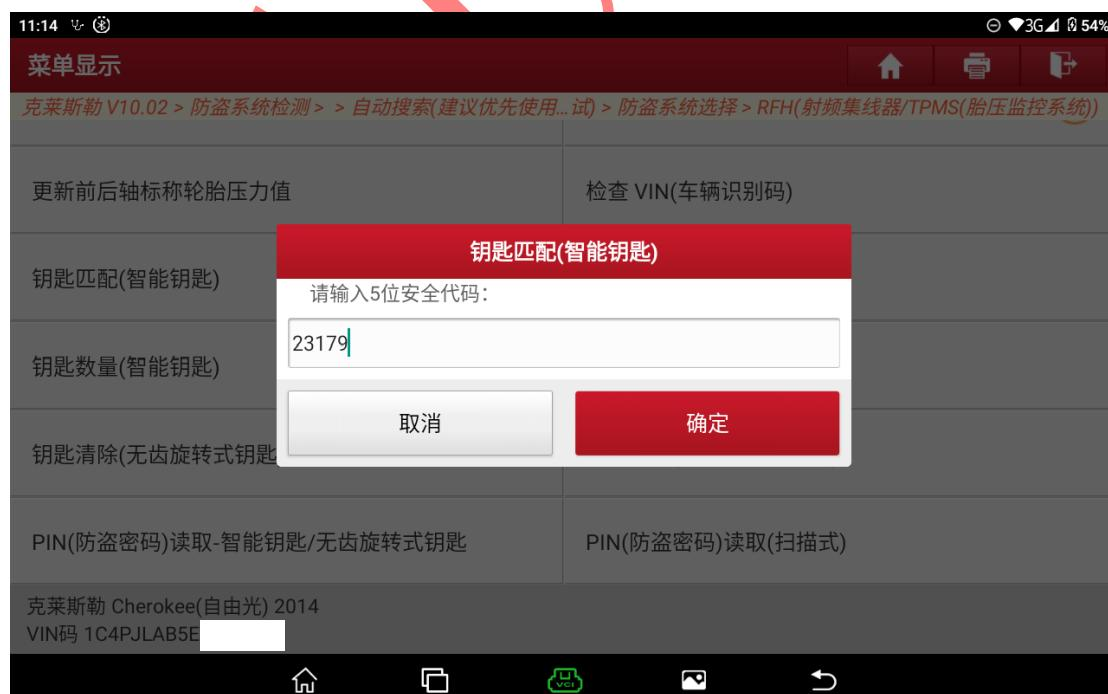

图 16
3. 提示需要输入 5 位安全代码，输入刚刚读取到的 PIN(防盗密码)【23179】，然后点击“确定”（图 16）；